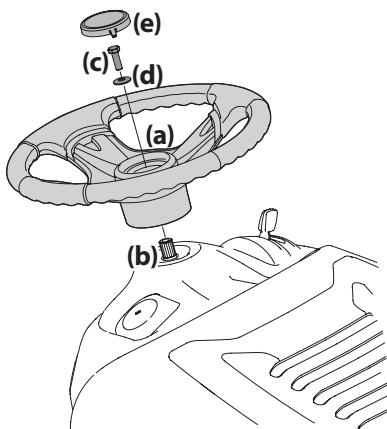

Figure 7
- Assurez-vous que les roues de l'appareil sont dirigées vers l'avant, puis placez le volant de direction (a) sur l'arbre de direction (b). Voir Figure 7.
- Fixez le volant de direction avec le boulon hexagonal qui se trouve sous le capuchon. Serrez le boulon à un couple de 18 à 22 pi-lb (24 à 30 N·m). Voir Figure 7.
- Placez le couvercle du volant de direction (e) au centre du volant de direction (a) et poussez-le jusqu'à ce qu'il s'enclenche en place. Voir Figure 7.
NOTE: Un enduit frein est appliqué sur le boulon (c) qui fixe le volant de direction (a). Si vous retirez le boulon, il est recommandé d'appliquer de l'enduit frein ou de remplacer le boulon. Voir Figure 7.